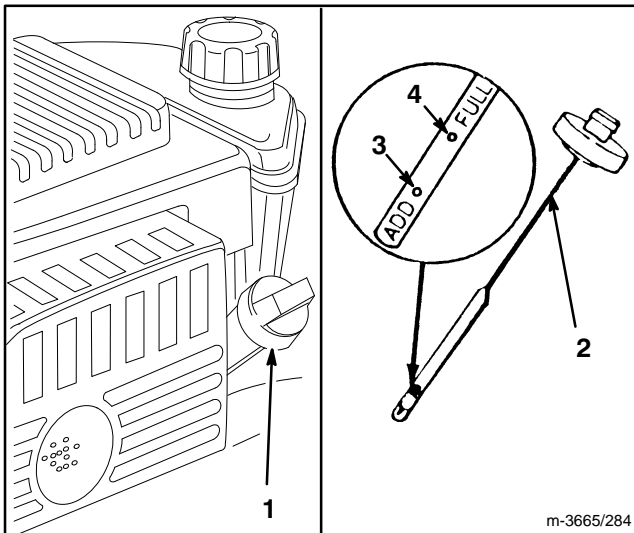

Figure 7
Remplir le carter moteur d'huile SAE 30 ou 10W30 jusqu'à ce que le niveau atteigne le repère du plein (FULL) de la jauge comme illustré à la figure 7. La capacité maximale du carter d'huile est de 65 cl (22 onces). Toutes les huiles de classe SF, SG, SH ou SJ (classification API American Petroleum Institute), sont acceptables. Avant chaque usage, s'assurer que le niveau d'huile se situe entre les repères ADD et FULL (fig. 7). Ajouter de l'huile suivant les besoins.
3. Essuyer la jauge et l'insérer dans le tube de remplissage. Faire tourner le bouchon d'1/4 de tour. Retirer à nouveau la jauge et vérifier le niveau d'huile (fig. 7). Si ce niveau est insuffisant, ajouter juste assez d'huile pour que celui-ci atteigne le repère FULL sur la jauge. **NE PAS REMPLIR AU DELÀ DU REPÈRE "FULL." CECI RISQUERAIT D'ENDOMMAGER LE MOTEUR AU COURS DU DÉMARRAGE. VERSER L'HUILE LENTEMENT.**
1. **VÉRIFIER LE NIVEAU D'HUILE** — Maintenir le niveau d'huile entre les repères ADD et FULL sur la jauge (fig. 7).